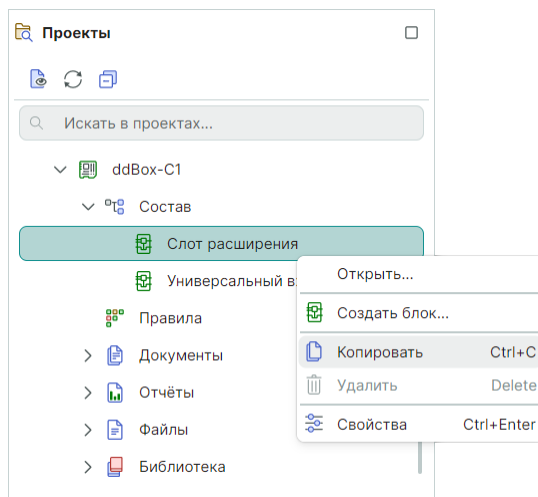

Рис. 246 Копирование блока
1. Выберите активный проект в дереве проектов на панели «Проекты», перейдите в узел «Состав», скопируйте блок в буфер, см. Рис. 246.